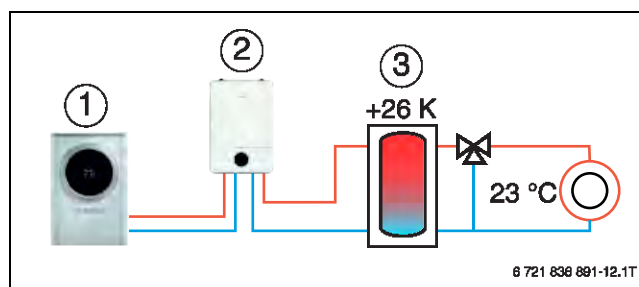

Bild 134 Thermische Speicherung in den Pufferspeicher mit gemischtem Heizkreis
- Thermische Speicherung in den Pufferspeicher mit gemischtem Heizkreis (→ Bild 134): Bei aktivem Energiemanager wird die „Raumtemperatur“ von der HPC 410 angehoben, gleichzeitig wird der Puffer auf die max. mögliche Temperatur durch den Kompressor aufgeheizt (Potenzial: Pufferspeichereinhalt abhängig der Heizkurve z. B. von 35 °C auf ca. 58 °C).